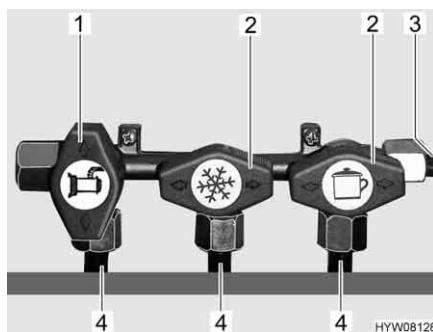

Fig. 74 Posizione dei rubinetti di arresto del gas (esempio)
- Posizionare il rubinetto di arresto del gas dell'apparecchio a gas corrispondente parallelamente (Fig. 74,1) alla tubatura (Fig. 74,4) che alimenta l'apparecchio a gas.
- Posizionare il rubinetto di arresto del gas dell'apparecchio a gas corrispondente trasversalmente (Fig. 74,2) alla tubatura (Fig. 74,4) che alimenta l'apparecchio a gas.